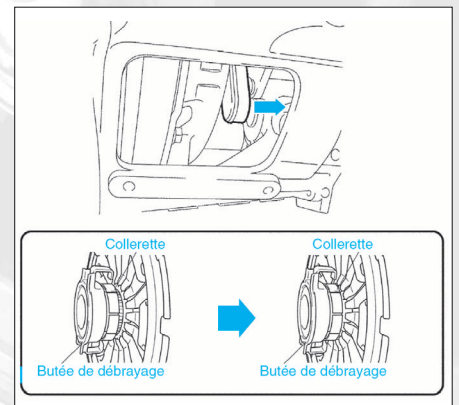

FIG. 5
- Extraire la fourchette d'embrayage du côté de la boîte de vitesses et pousser la butée contre l'embrayage (fig. 5).